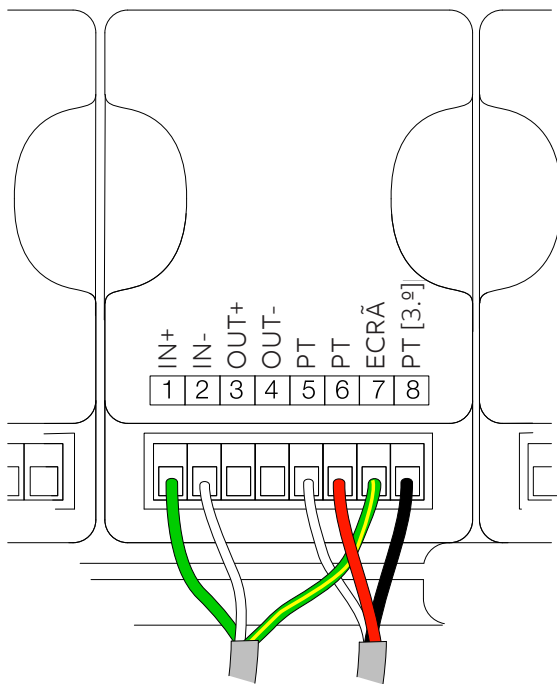

Figura 5 Localização da cablagem da ChloroStar Cell para a UIM AWT420
- 1 Conecte a célula ao AWT420 UIM. Consulte as instruções de cablagem em Tabela 2 e Figura 5.